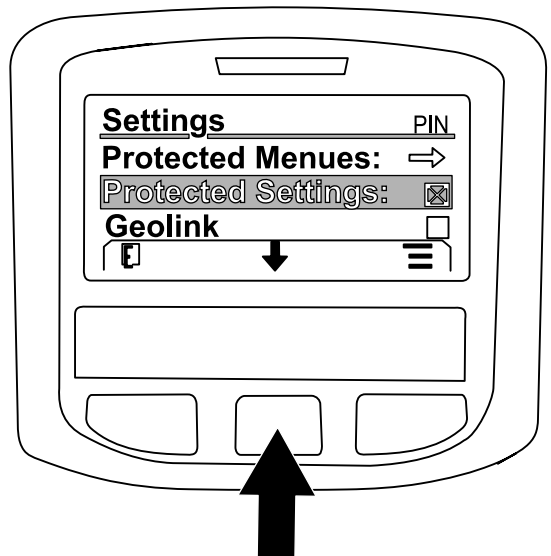

图230
7. 按中间按钮可导航至 GEOLINK 选项然后按右按钮可设置该选项图230。